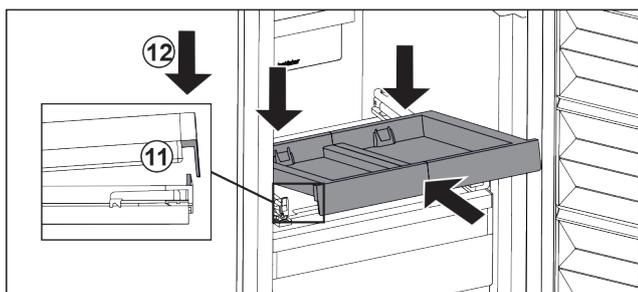

Fig. 55
- ▶ L'insérer en l'inclinant. Veiller à ce que, des deux côtés, la butée soit derrière la languette. Fig. 55 (11)
- ▶ Déposer le compartiment coulissant par l'avant. Fig. 55 (12)